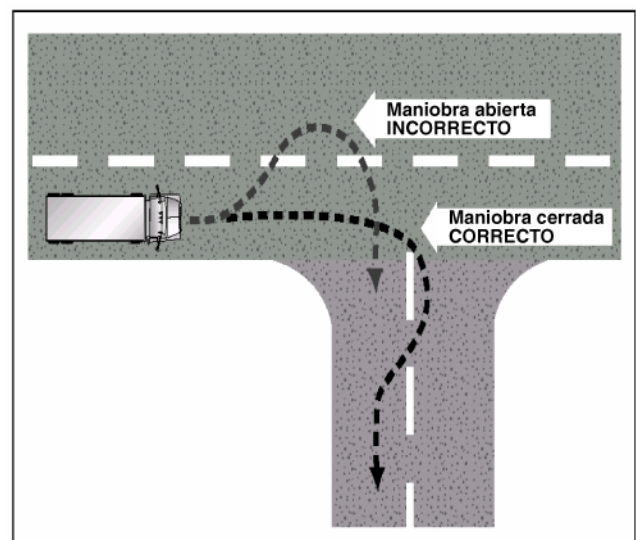

Figura 2.13
- Si para virar debe cruzarse al carril de la dirección contraria, observe si vienen vehículos. Debe darles suficiente espacio para que pasen o se detengan. Sin embargo, no retroceda para que pasen porque puede chocar a alguien detrás de usted. Ver la figura 2.13.